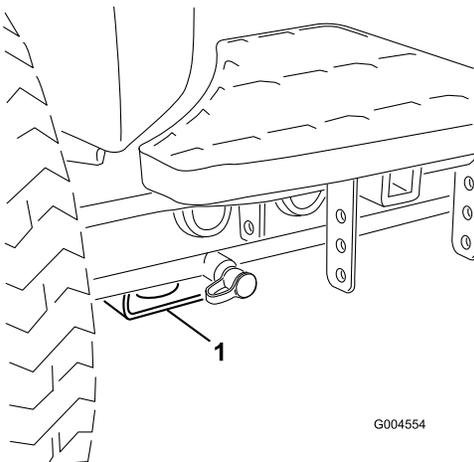

図 43
- ・ 前：各前輪の内側、アクスル・チューブの下にある四角いパッド(図 43)